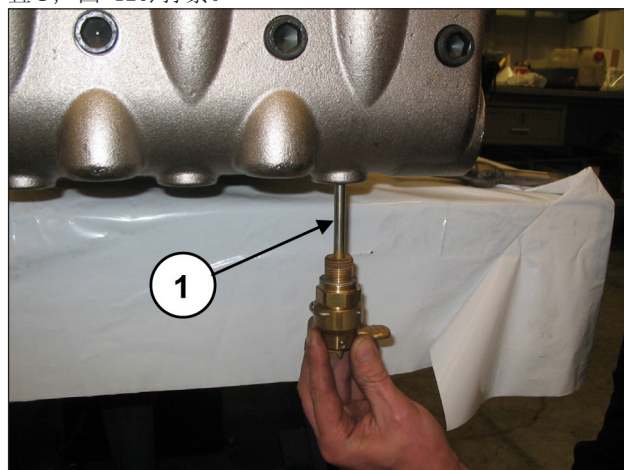
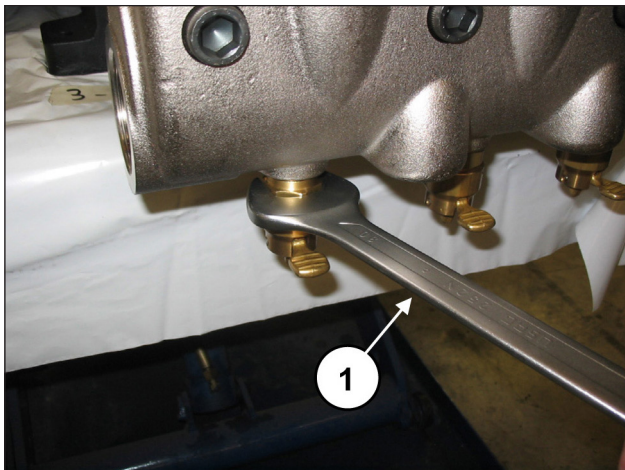

图 119
图 120
利用扭力扳手调节盖子的螺栓M16x55, 如第3章所述。安装阀门打开装置(位置①, 图 119)并通过30毫米扳手(位置①, 图 120)拧紧。